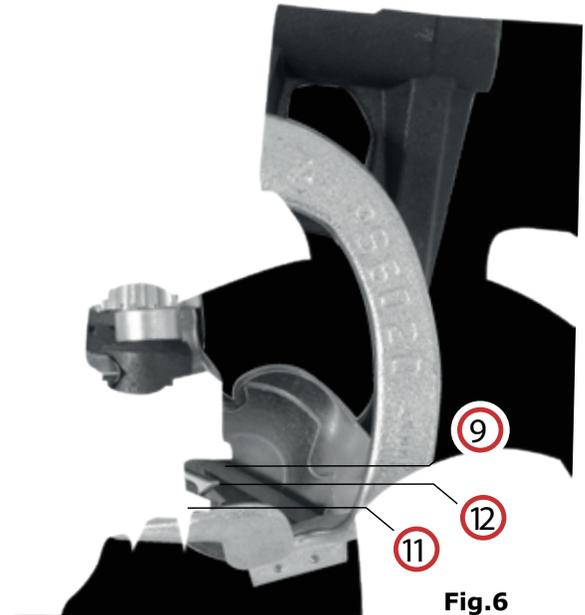

Fig.6
6. Los nudos están en el pico del anudador (Fig. 6- partes 11/12).
- a) Verifique el filo del cortador (Fig. 6 parte 9) . Si no está afilado, por favor replácelo.